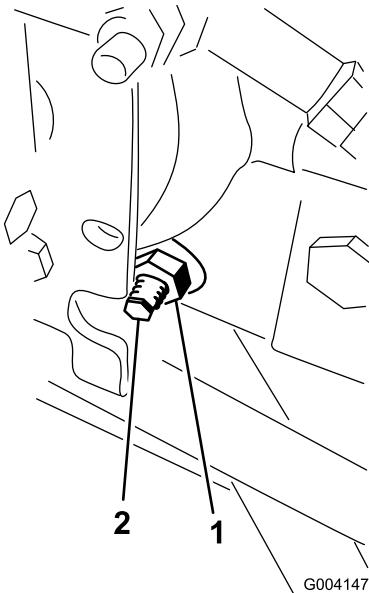

Bild 54
3. Lösen Sie rechts am Hydrostat die Sicherungsmutter an der Fahrantrieb-Einstellnocke (Bild 54).